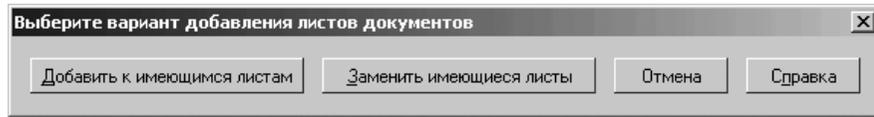

Рис. 5.121. Диалоговое окно
- найдите ранее сохраненное задание на печать с расширением \*.rjd , а затем щелкните по кнопке открыть. Появится диалоговое окно **Выберите вариант добавления вставки документов** рис. 5.121.